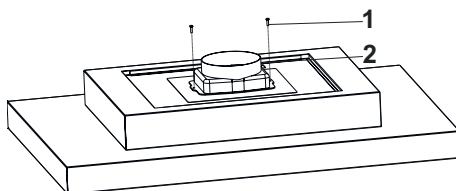

Fig. 10
5. ➔ Placér aftræksstudsens på emhætten og skru den fast vha. 2x 3,5x6,5 skruer (Fig. 10).